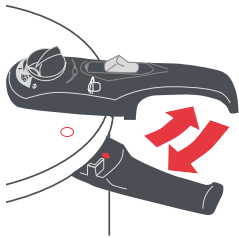

Fig. 1
Tampa (1). Fabricada em aço inoxidável 18/10. É necessário que a tampa (1) esteja devidamente fechada para a panela atingir a pressão de trabalho suficiente. Para encaixar facilmente a tampa (1), alinhe a marca ↓ / ● no lado esquerdo da pega da tampa (5), com a marca ● gravada na pega do corpo (10) da panela (Fig. 1).
2 Depois de realizada a verificação periódica, feche a panela fazendo coincidir a marca ↓ / • que está ao lado esquerdo da pega da tampa (5), com a marca • gravada na pega do corpo (10) (Fig. 1), rode a pega da tampa (5) no sentido dos ponteiros do relógio até escutar um “clique”. Nesse momento, o botão de abertura/ fecho automático (4) retrocede e a tampa (1) estará corretamente fechada.